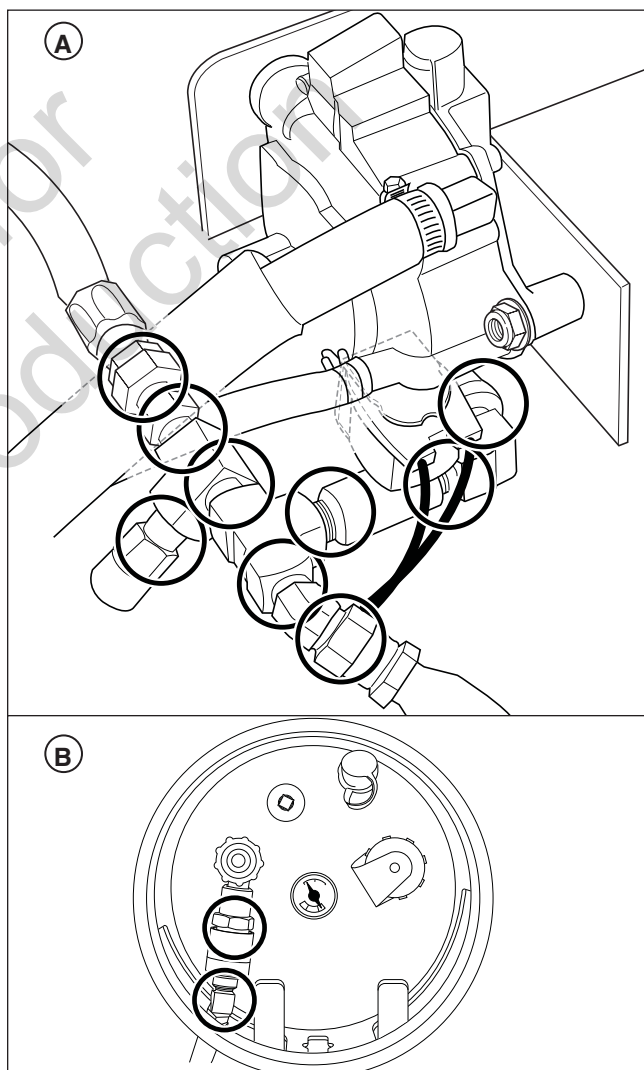

Figura 3. Lugares de prueba de fugas
3. Con una esponja, un trapo o una escobilla no metálica pequeña, aplique la mezcla de agua con jabón en cada uno de los lugares encerrados en un círculo en la Figura 3.
4. Revise todos los lugares que se muestran en la Figura 3 para saber si existen burbujas que indiquen una fuga de combustible. Las burbujas serán similares a esto: